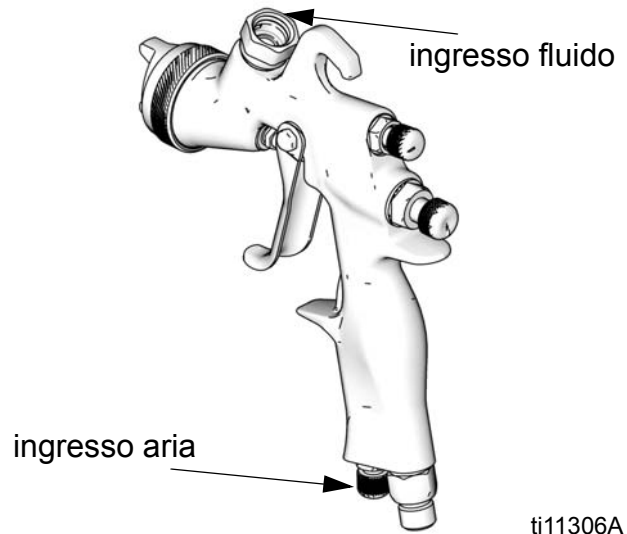

FIG. 1
4. Collegare un'alimentazione di aria filtrata, secca e pulita al raccordo di ingresso dell'aria. Vedere la FIG. 1.